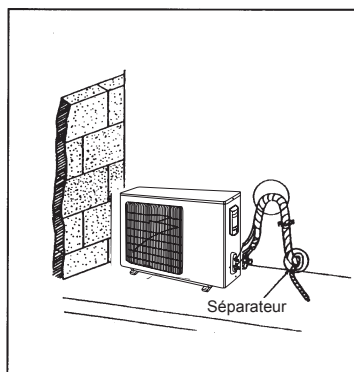

Fig. 19
- (1). L'application de ruban doit se faire de bas en haut.
- (2). Tous les tuyaux sont reliés ensemble avec du ruban et doivent également être emmurés pour éviter tout retour d'eau dans la salle (Voir Fig. 19).
- (3). Fixez tous les tuyaux au mur avec des colliers.